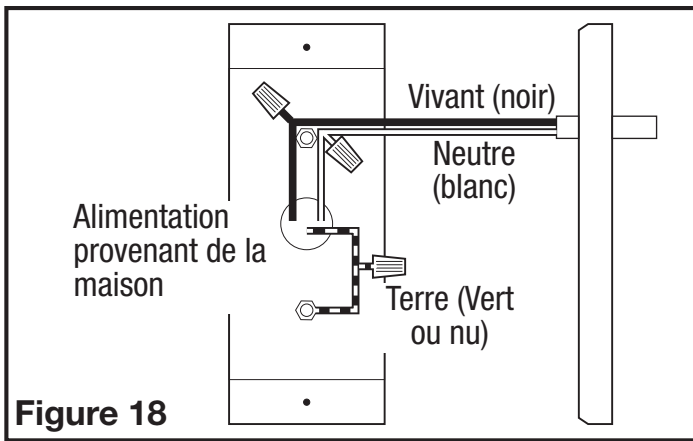

Figure 18
- Enlever les deux vis du couvercle du compartiment de câblage pour obtenir l'accès au compartiment de câblage (Figure 17). Raccorder le fil blanc de la hotte au fil blanc de l'alimentation, et le fil noir de la hotte au fil noir de l'alimentation. Raccorder le fil de mise à la terre de la hotte (fil nu ou vert) au fil de mise à la terre (vert) de la hotte. Utiliser des méthodes approuvées pour toutes les connexions (Figure 18).